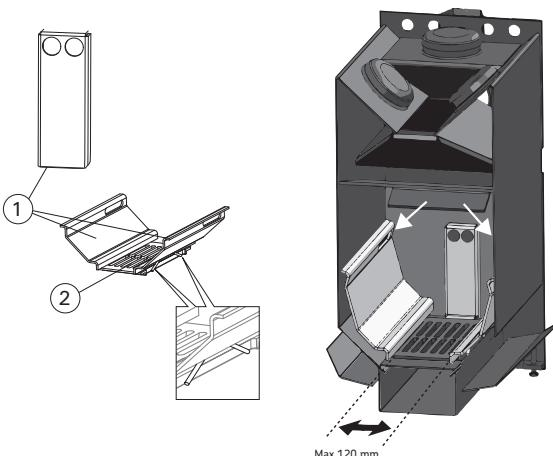

Рисунок 2.
Все каменки оснащены специальным приспособлением, которое улучшает процесс горения: специальные каналы, подающие воздух для горения (1) в топку, проводят часть его над огнем в верхнюю часть топки (рисунок 2). При этом печные газы также сгорают и вырабатывают тепло. Каналы воздуха в зоне горения смещаются к задней стенке каменки. Из решетки должно быть видно 6 отверстия (2).